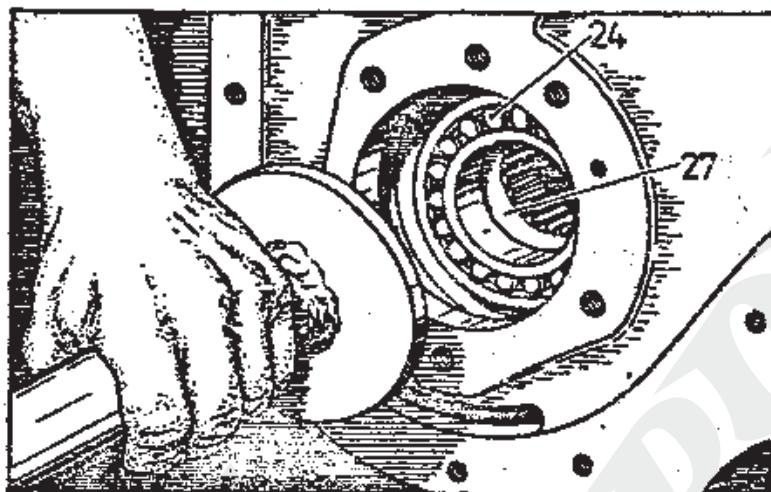

Рис. 2-46. Вдавливание бочкообразного роликоподшипника 24 в гнездо зубчатого колеса 27 посаженного в корпусе.
8. Вдавить с помощью стержня подшипник 24 в гнездо зубчатого колеса 27 до упора /рис. 2-46/ гильзы 23.
4. Вдавить в отверстие корпуса со стороны крышек шарикоподшипник 6311 /поз. 28/ до упора с установочным кольцом 27, как на рис. 2-46.